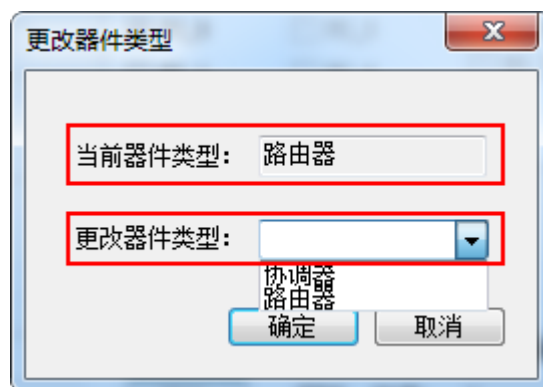

图 14 更改器件类型对话框
点击器件类型后的**更改**按钮, 便会弹出更改器件类型对话框如图 14 所示。
- 在图 14 中, 点击更改器件类型项后的向下三角, 在下拉框中选择你想要器件类型。点击**确定**。如果你设置的类型与当前类型不一样, ZG-Mxx 模块在 1 秒钟之后重启。